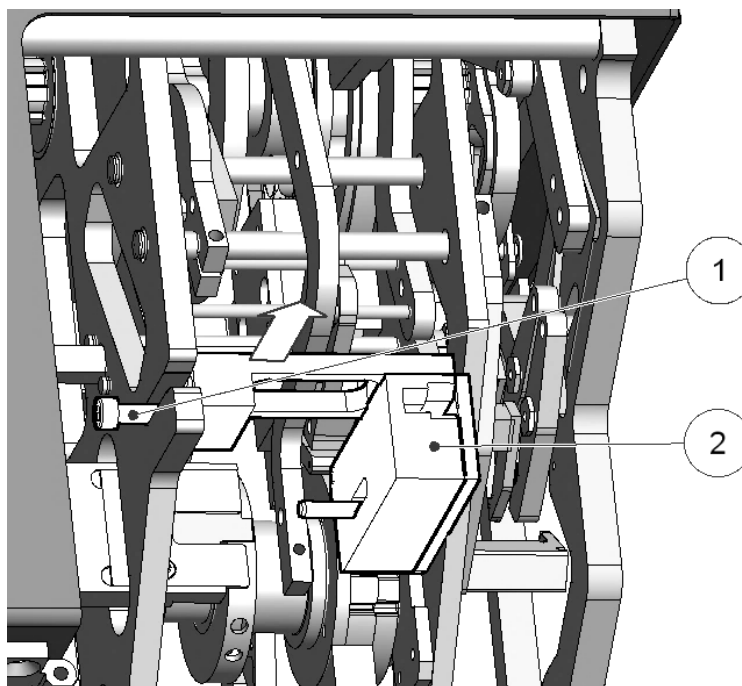

Fig. 20: Depósito
- Extraer los tornillos con la llave Allen tamaño 4 (cf. fig. 20, pos. 1).
- Extraer el depósito tirando hacia arriba (cf. fig. 20, pos. 2).